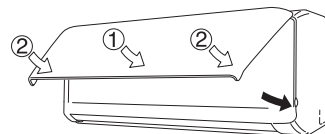

Abb. 3-88
- (6) Den Anti-Schimmel-Filter oben einsetzen und dann unten an den Nasen der Einheit sichern.
- (7) Zum Schließen der Frontverkleidung zunächst auf den mittleren Teil der Frontverkleidung drücken und dann die rechte und linke untere Ecke andrücken und mit einem Klicken einrasten lassen. (Abb. 3-88)